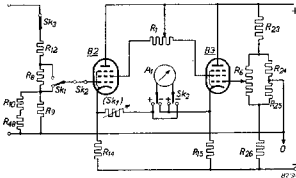

Fig. 1. Meting gelijkspanning
**Gelijkspanningen** worden gemeten door deze via een verzwakker toe te voeren aan het stuurrooster van een pentode welke deel uit maakt van een tak van een brugschakeling ( $B_2$  in fig. 1). Deze tak wordt gecompenseerd door de weerstand  $R_{14}$ . De tweede tak van de brug bestaat uit  $B_3$  en  $R_{15}$ .